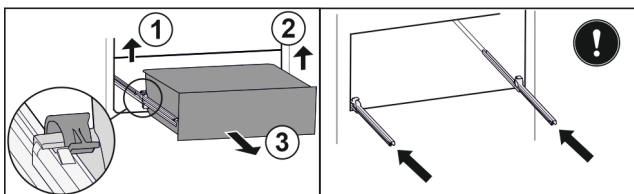

Fig. 171
- Ngrini lart kapësen e majtë dhe në të njëjtën kohë tërhiqni nga përpara sirtarin e majta. Fig. 171 (1)
- Ngrini lart kapësen e djathtë dhe në të njëjtën kohë tërhiqni nga përpara sirtarin nga e djathta. Fig. 171 (2)
- Hiqni sirtarin nga përpara. Fig. 171 (3)